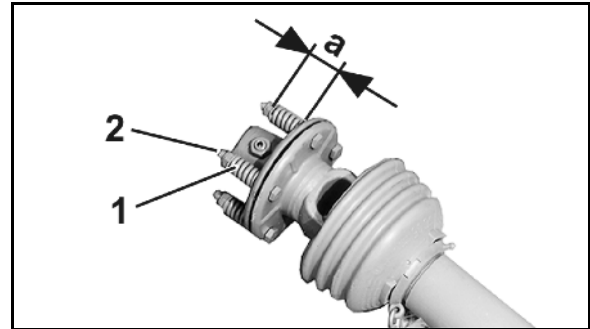

Рис. 91
2. Разгрузите пружины (Рис. 91/1) ослаблением гаек (Рис. 91/2).